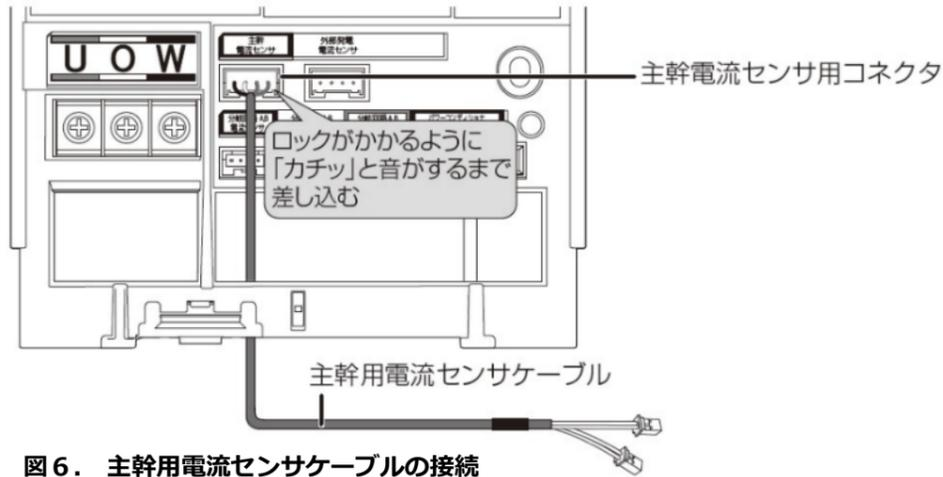

図6. 主幹用電流センサケーブルの接続
- (1) 計測ユニットに主幹用電流センサケーブルをつなぐ。(図6)